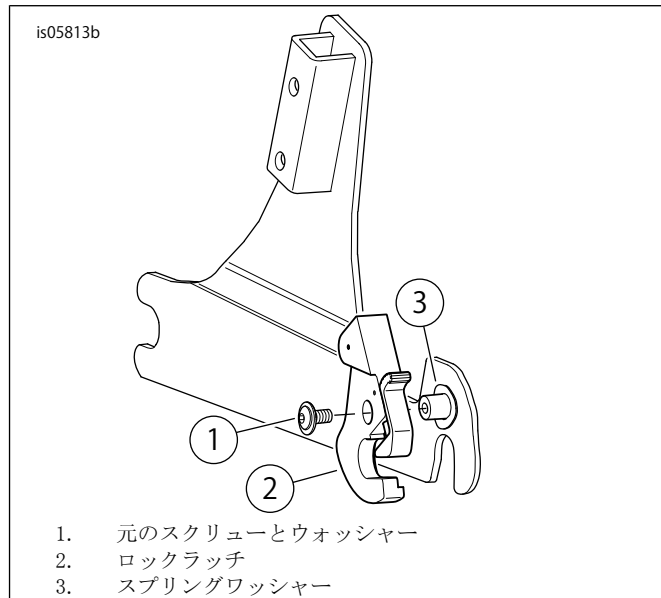

図7。内側右(リリースは隠れている)インストール
1. 「図7」を参照。右ノンロックラッチを取り外します。右スプリングワッシャーを右取り付けハブに残しておきます。